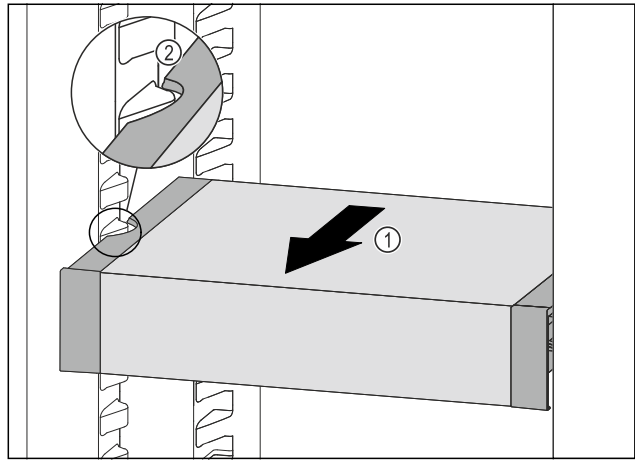

Fig. 138
- ▶ Изтеглете VarioSafe напред Fig. 138 (1), докато страничните прорези на VarioSafe се намират на височината на реброто на съда в хладилната част. Fig. 138 (2)